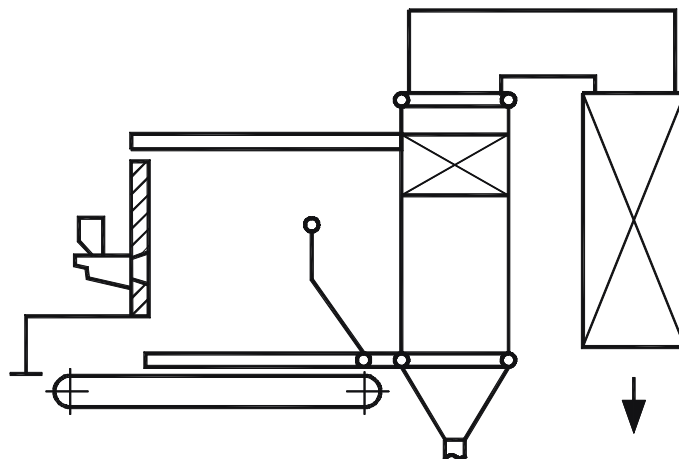

Рис.1.
2.3.4. Для работы на топливах, указанных в п.2.1.2., котлы снабжаются трубчатым воздухоподогревателем, который располагается в отдельном вертикальном газоходе за конвективным блоком (см. Рис. 1).